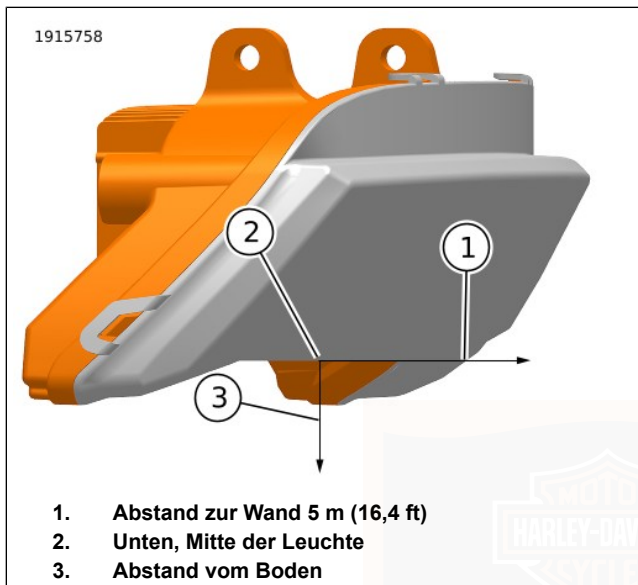

Abbildung 80. Messpunkte für die Scheinwerferausrichtung
2. Abbildung 80 Das Motorrad auf den angegebenen Abstand zwischen der unteren Mitte des Scheinwerfers (2) und dem Abstand zur Wand (1) einstellen.
- b. Mit dem vorgesehenen Fahrer auf dem Motorrad den Abstand von der unteren Mitte der Leuchte (2) zum Boden (3) messen.